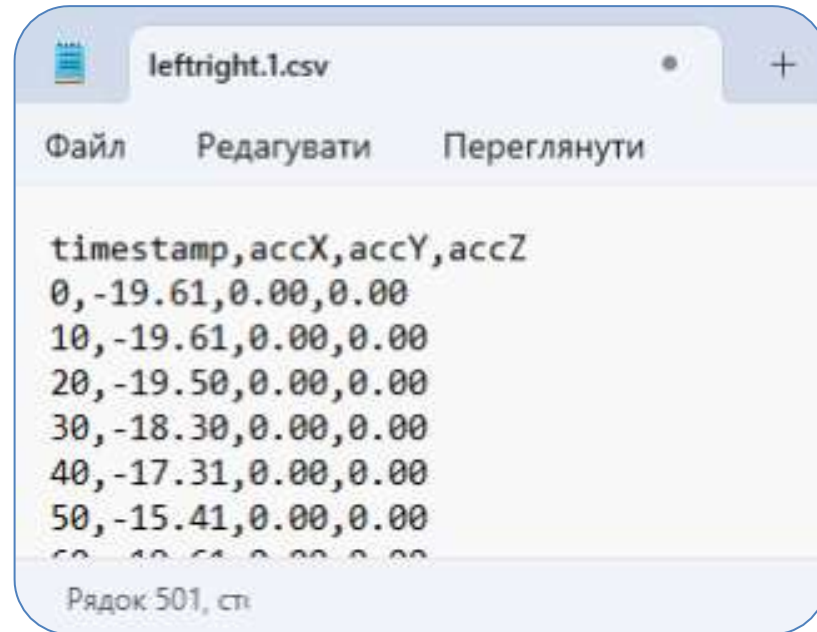

Рис. 13.3. Приклад правильної назви та наповнення CSV-файлу
- d. Запускати програму 25 разів, кожного разу записуючи певний рух на протязі 5-ти секунд. Після кожного виконання програми переносити зібрані дані з серійного монітору в відповідний файл (в Windows редагувати CSV-файли можливо за допомогою «Блокноту», рис. 13.3).